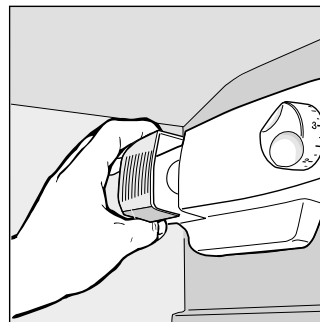

Abb. 3
- Wie tauscht man die Innenlampe aus? Den Stecker aus der Steckdose ziehen, oder den LS-Schalter ausschalten und die defekte Birne durch eine neue (max 15 Watt) ersetzen (Abb. 3).